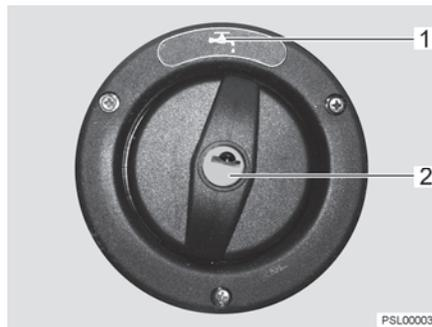

Bild 109 Verschlussdeckel für Trinkwasser-Einfüllstutzen
Der Trinkwasser-Einfüllstutzen ist mit dem Symbol "☰" (Bild 109,1) gekennzeichnet. Der Verschlussdeckel wird mit dem Schlüssel für die Außenklappenschlösser geöffnet und verschlossen.
- Schlüssel in Schließzylinder (Bild 109,2) stecken und eine viertel Umdrehung entgegen dem Uhrzeigersinn drehen.
- Trinkwasser-Einfüllstutzen (Bild 109) öffnen.